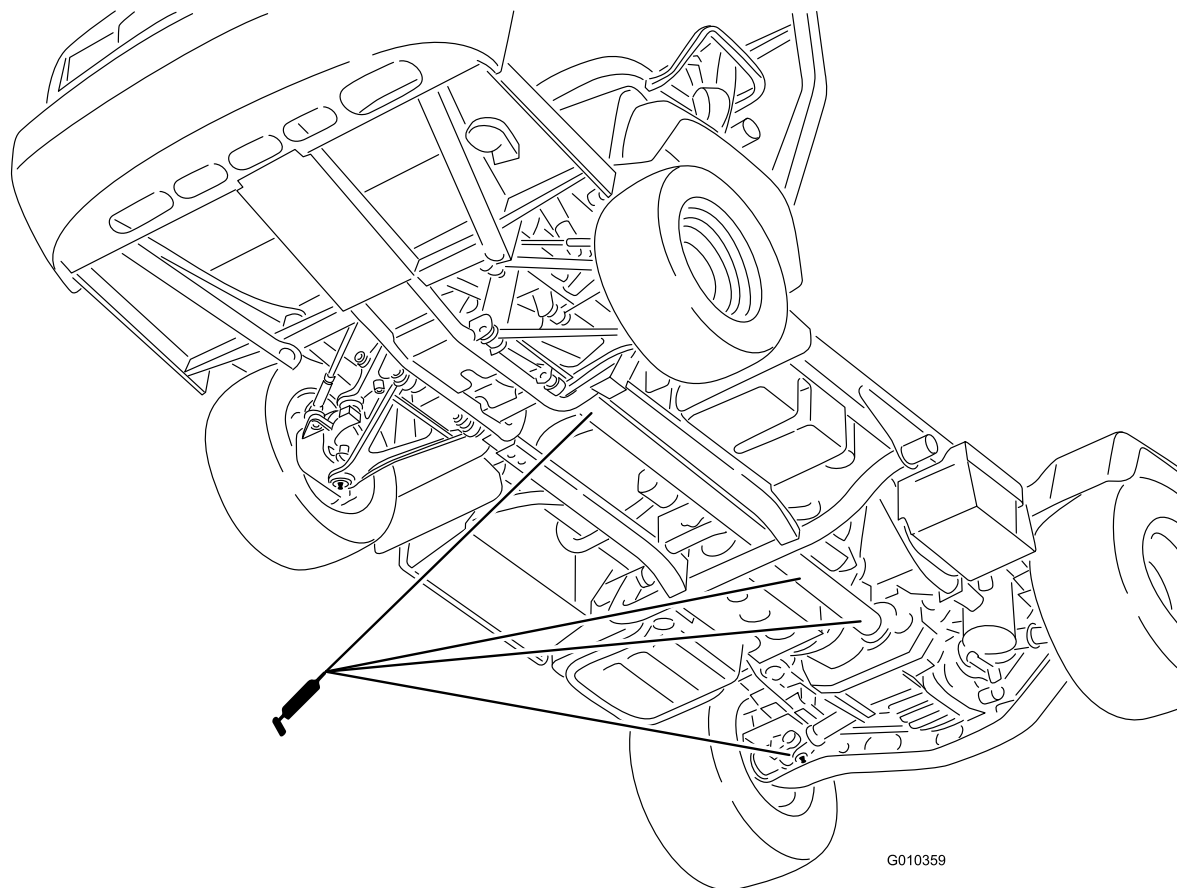

Figura 32
- **Articulación en U (18)**; consulte la Figura 32
- **Eje de la tracción a 4 ruedas (3)**; consulte la Figura 32